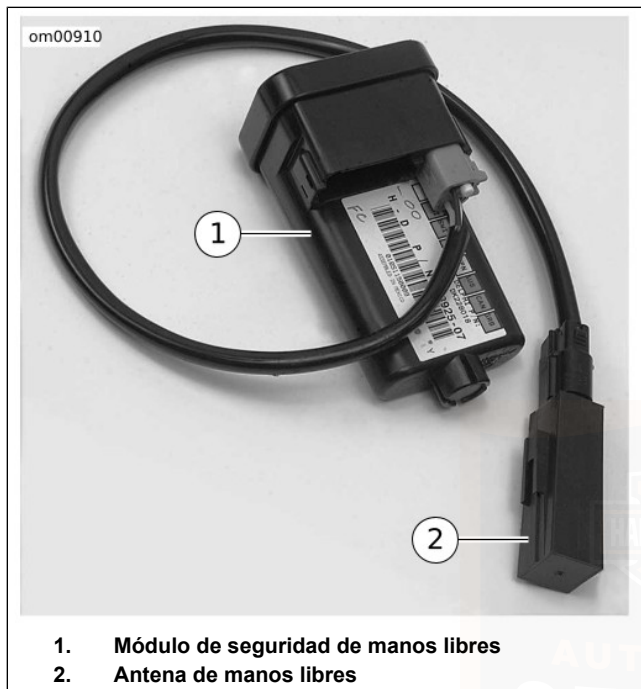

Figura 20. Módulo de seguridad con antena (se muestra extraído)
Vea Figura 20. El sistema de seguridad Smart Harley-Davidson (H-DSSS) consiste de un módulo de seguridad de manos libres (HFMS) (1) y una antena de manos libres (2) montados en la motocicleta y un llavero con mando a distancia de manos libres **llevado** por el motociclista pasajero.